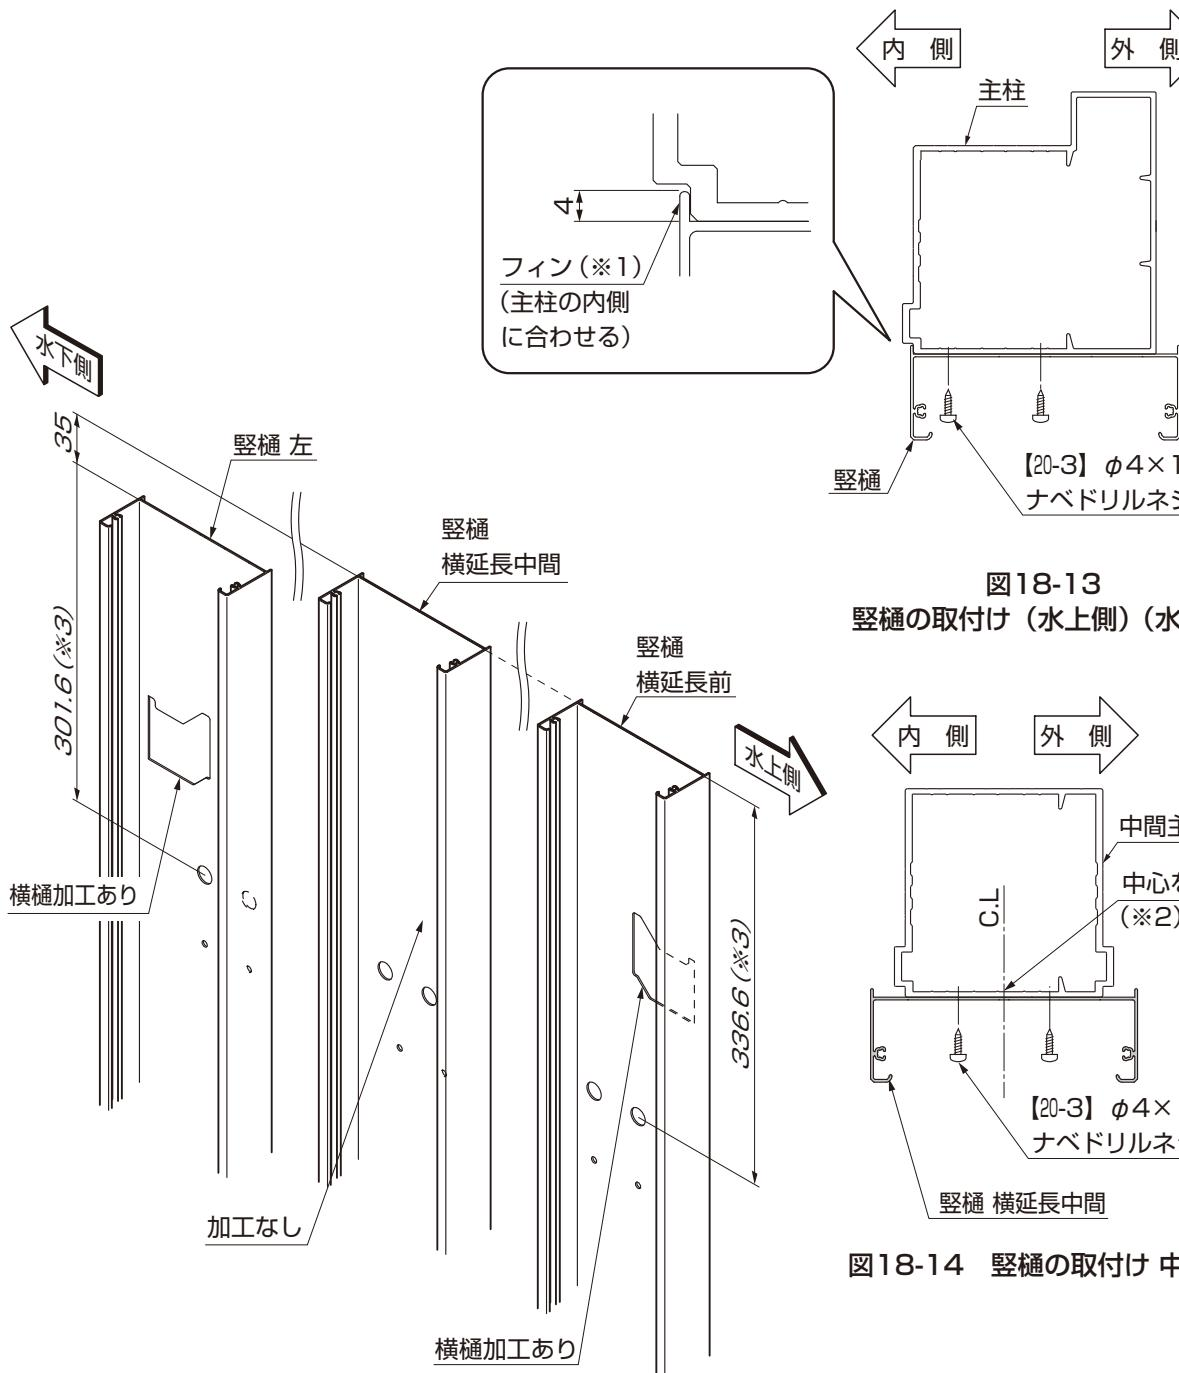

図18-13
- 水上側と水下側の堅樁の内側フィン(※1)が主柱の内側にあたるように取付けてください。(図18-13参照)